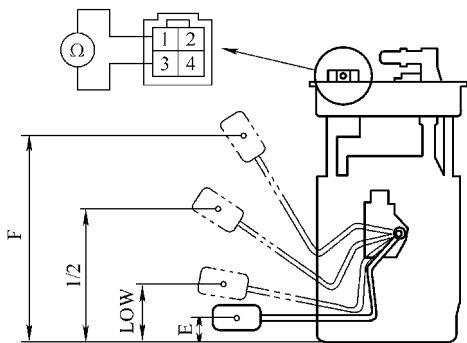

图 10-3 本田燃油位置传感器测试
2) 如图 10-3 所示, 当浮标位于 E (无)、LOW (低燃油液位指示灯)、1/2 (一半) 与 F (满) 位置时, 分别测量燃油箱 4 芯插头 1 号端子与 3 号端子之间的电阻。